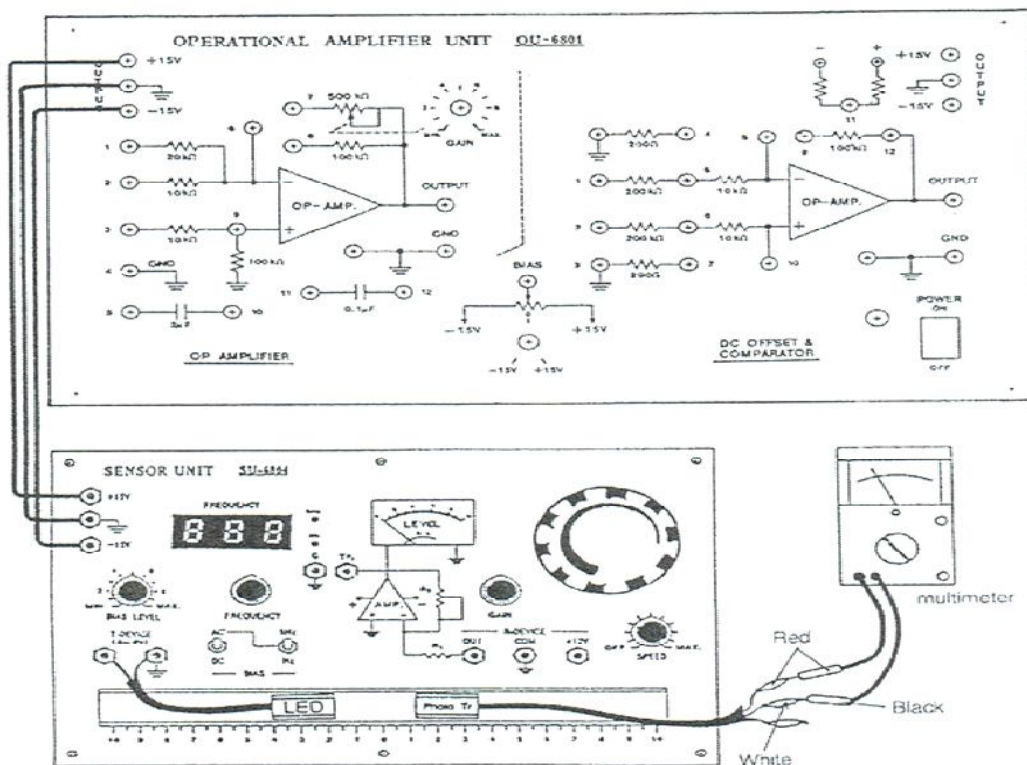

Fig.4.2. Schéma de connexion.
1. Éteignez l'unité d'amplification OP, Câbler les unités selon la Figure 4.2. Réglez le BIAS de l'unité de capteur sur "DC".